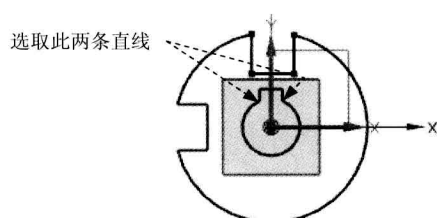

图 2.13.13 添加约束 (九)
Step 9 参照步骤 5 添加图 2.13.13 所示的“相等”约束。